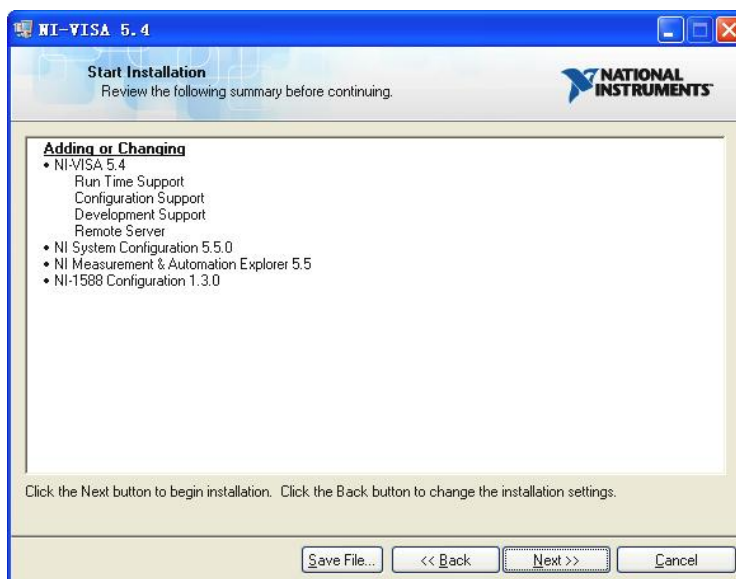

Рис. 8.37. Окно продолжения установки компонентов ПО NI-VISA.
5. Дважды нажать «Next», в диалоговом окне «License Agreement» (Лицензионное соглашение) выбрать «I accept the above 2 License Agreement(s)» (Я принимаю 2 вышеуказанных лицензионных соглашения) и нажать «Next», появится диалоговое окно, показанное на рис. 8.37.